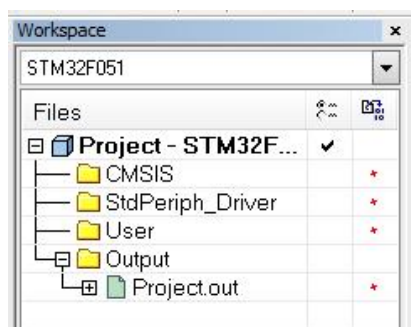

Рисунок 3.2 Иерархия проекта
10. В иерархии проекта (НЕ из директории) удаляем из папок все файлы (кроме файлов а папке Output), так как они ссылаются не на те адреса. Получим следующее (рисунок 3.2):